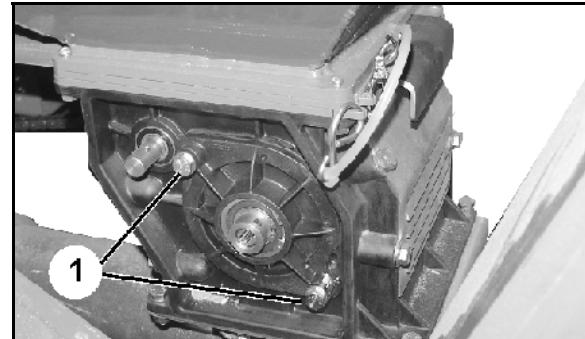

Рис. 78
3. Ослабьте два болта (Рис. 78/1).